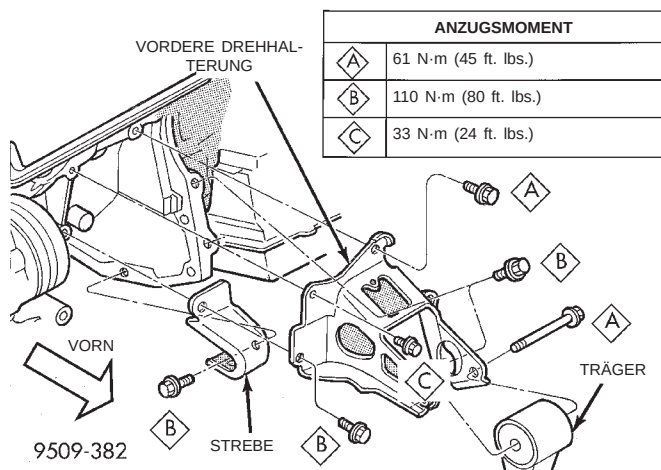

Abb. 27 Motoraufhängung—Vorn 2.5-Liter
- (6) Durchsteckschraube der vorderen Aufhängung festziehen. Siehe (Abb. 27) Mit einem Anzugsmoment von 61 N·m (45 ft. lbs.) festziehen.